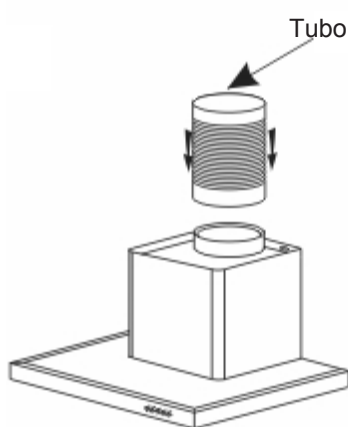

fig. 5
- Enrosque la funda extensible (no incluida) para evacuación sobre la salida del motor sin obstaculizar los movimientos de la válvula de retención. (fig. 5)
- Conecte la funda a la salida del aire hacia el exterior (fig. 5)